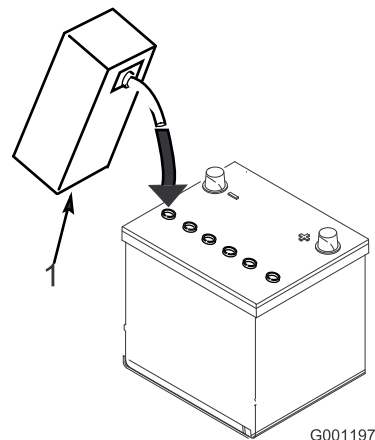

図 7
3. 各セルの電極板が液面下 6mm程度に水没するまで、電解液を慎重に入れる (図 7)。
4. 電極板が液を吸収するまで20-30分間程度待つ。必要に応じて、電極板が 6 mm程度水没するぐらいに電解液を補充する (図 7)。